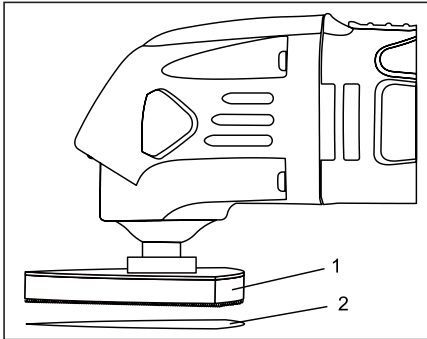

Fig. 3
1. Instalați pad șlefuire (1) de pe instrumentul (Fig. 3).
2. Se apasă ferm pe piele (2) pe substrat.